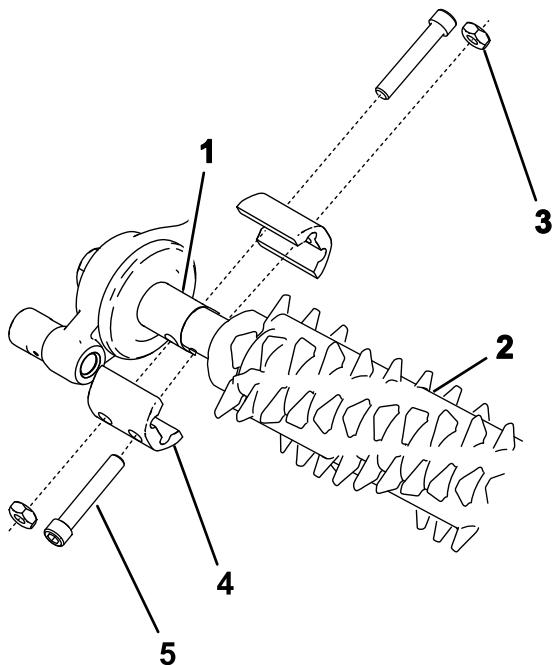

Bild 16
2. Fluchten Sie den Groomer mit den Antriebswellenstümpfen des Groomerantriebs und der Spannscheibe aus (Bild 16).
3. Befestigen Sie den Groomer an der Maschine, wie in Bild 16 abgebildet, und ziehen Sie die Schrauben an.